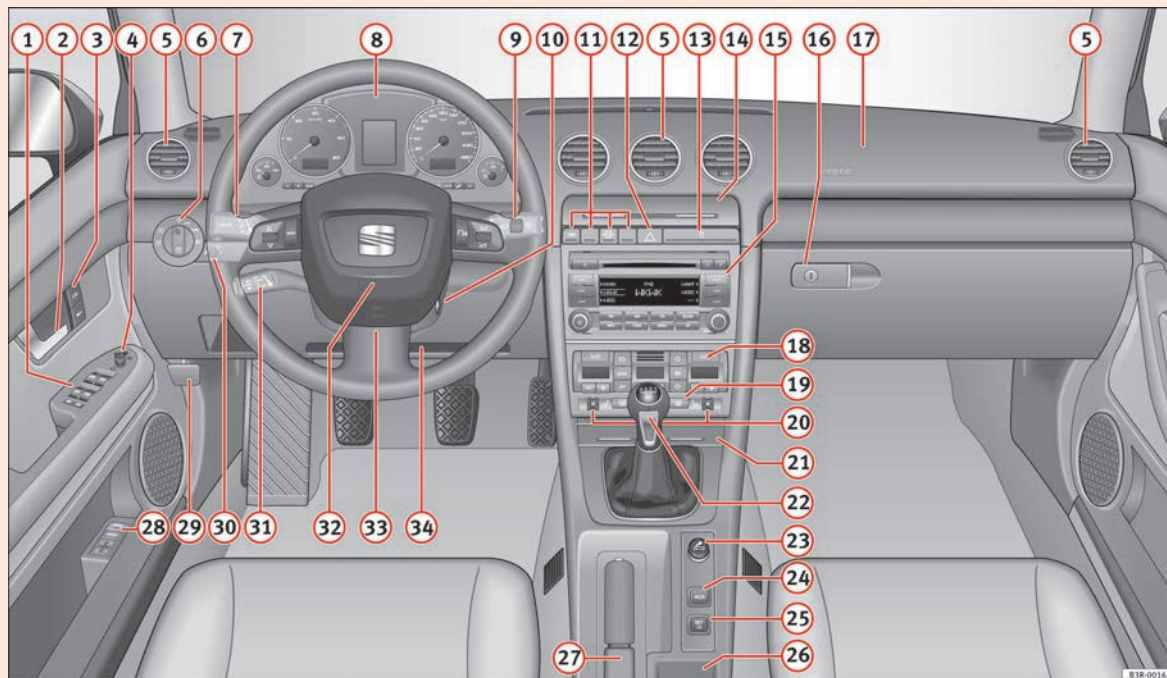

Fig. 36 Algunos de los equipamientos relacionados pertenecen sólo a determinadas versiones del modelo o son equipamientos opcionales.
- En vehículos dotados de volante a la derecha*, la disposición de los elementos de mando difiere parcialmente de la que se muestra en la figura ⇒ página 60, fig. 36. Los símbolos de los mandos son, sin embargo, los mismos. ■